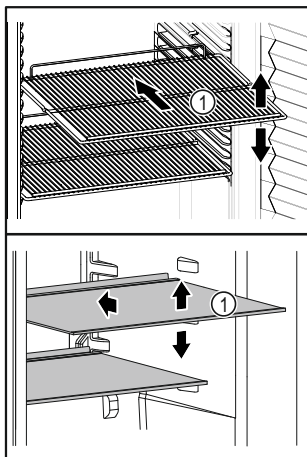

Fig. 5 Приблизне відображення
- ❑ Якщо полицки Fig. 5 (1) пересувні, відрегулювати по висоті.